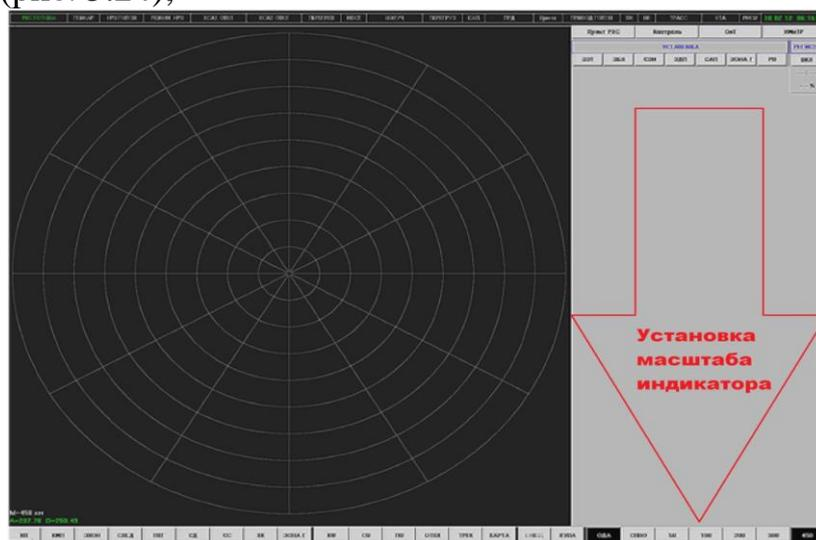

Рис. 5.24. Установка масштаба индикатора на панели МПС 20
4) установить на панели МПС 20 масштаб индикатора РМ1 – 300 км, РМ2 – 300 км (рис. 5.24);
4) установить на панели МПС 20 масштаб индикатора РМ1 – 100 (200) км, РМ2 – 50 (100) км (в зависимости от дальности ведения радиолокационной разведки по поиску цели (см. рис. 5.24);
4) установить на панели МПС 20 масштаб индикатора РМ1 – 300 км, РМ2 – 100 – 450 км (в зависимости от дальности ведения радиолокационной разведки по поиску и сопровождению цели (см. рис. 5.24);
б) установить на панели МПС 20 масштаб РМ1 – 200 км, РМ2 – 300 км (в зависимости от дальности ведения радиолокационной разведки по поиску и сопровождению цели) (см. рис. 5.24);